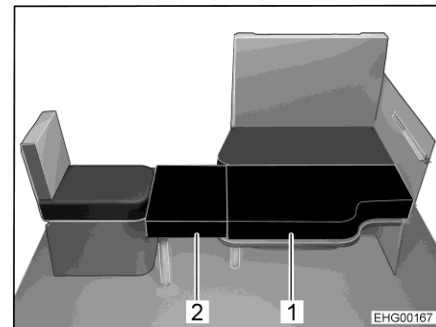

Bild 69 Nach dem Umbau
Die Längssitzbank kann zusammen mit dem seitlichen Einzelsitz und der abgesenkten Tischplatte des Hängetisches zu einem Zusatzbett umgebaut werden. Um die Liegefläche herzustellen, werden zwei Zusatzpolster benötigt. Eines der Zusatzpolster (Bild 69,2) ist mit einer ausklappbaren Fußstütze und einem Haltewinkel ausgestattet. Das andere Zusatzpolster (Bild 69,1) wird auf die Tischplatte gelegt.
- Fußstütze am kleineren Zusatzpolster (Bild 69,2) ausklappen.
- Haltewinkel des Zusatzpolsters (Bild 69,2) am Einzelsitz einhängen und Zusatzpolster auf die Tischplatte legen.
- Zweites Zusatzpolster (Bild 69,1) auf die Tischplatte legen.